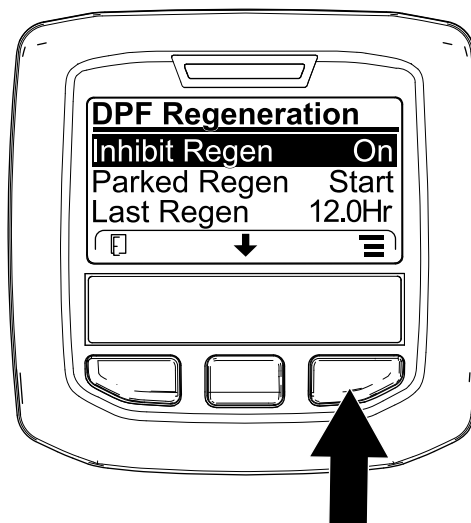
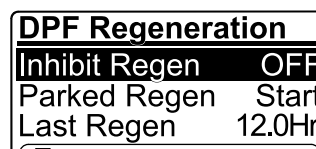

図 39
図 40
1. DPF Regeneration メニューで、中央ボタンを押して再生禁止 INHIBIT REGEN オプションに移動し、右ボタンで中に入る 図 39。
2. 右ボタンを使って、設定をを、ON から OFF 図 39または OFF から ON に変える 図 40。